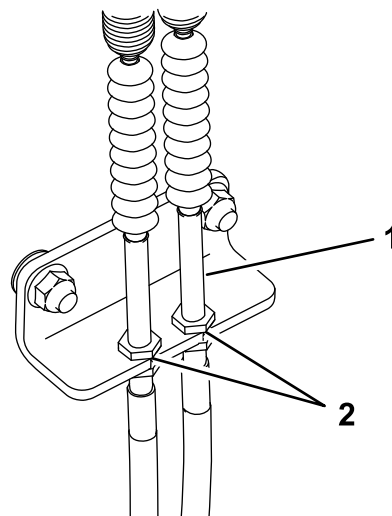

Figure 44
2. À l'intérieur du côté gauche de la tour de commande, réglez les écrous jusqu'à ce que les câbles soient tendus (Figure 44).